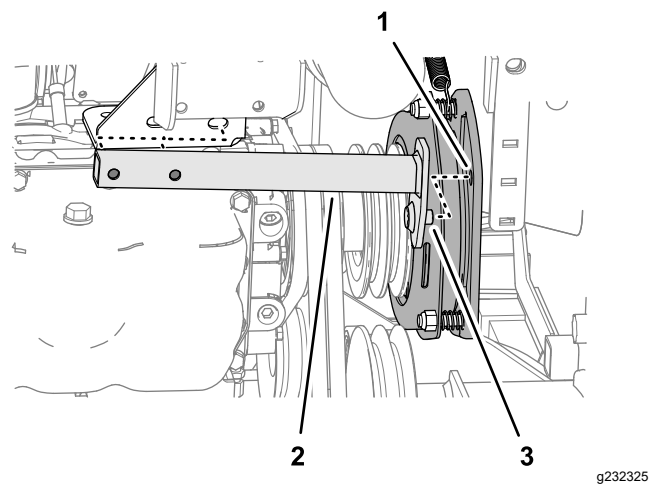

Figura 92
7. Deplasai tubul anti-rotire în spate i demontai-l de la maină (Figura 92).
2. Aliniați tiftul tubului anti-rotire cu orificiul din placa ambreiajului prizei de putere; consultați Figura 92 din Demontarea curelelor prizei de putere \(Pagină 71\).